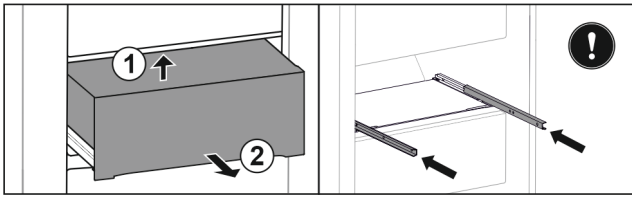

Fig. 49
- ▶ Повдигнете чекмеджето отдолу отзад. Fig. 49 (1)
- ▶ Извадете чекмеджето напред. Fig. 49 (2)